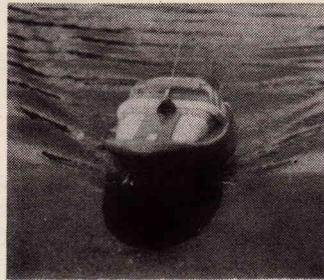

FIG. 1
L'UTILISATION de transistors, en particulier, des nouvelles séries complémentaires p-n-p et n-p-n, permet la réalisation du circuit de servomécanisme schématisé par la fig. 1 avec retour automatique au centre. Lorsqu'un des deux filtres accordés reçoit la fréquence BF correspondante du récepteur, il fait tourner dans un sens le moteur du servomécanisme. Le signal opposé mélangé lorsqu'un contact du neutre de la commande se ferme est insuffisant pour arrêter le moteur, mais lorsqu'aucun des filtres n'est excité le signal de neutralisation permet seul le retour au centre de la commande.
I. LE BATEAU RADIOCOMMANDE EQUIPE (Fig. 1)